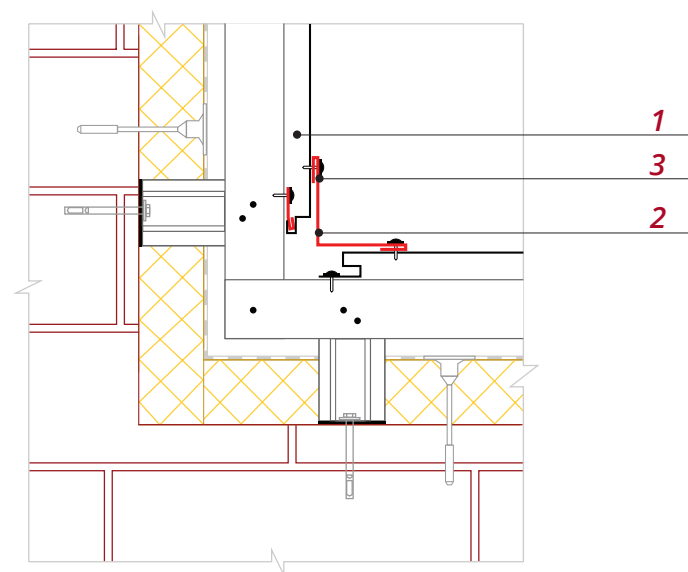

Рис. 13
- Планку угла внутреннего просто крепите после монтажа панелей сайдинга **1** (рис. 13). Рекомендуется использовать саморезы ПШС с окрашенной головкой **3**, вытяжные заклепки или кровельные саморезы 5.5*19.